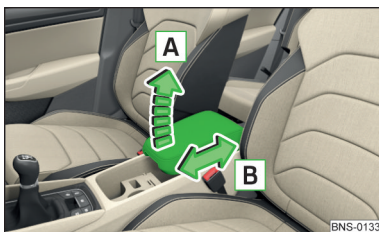

Fig. 87
- Pentru **reglarea pe înălțime**, ridicați cotiera în sensul săgeții **A** într-una din cele patru poziții de fixare » fig. 87.